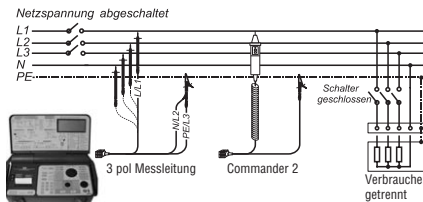

Bild 6.1 Anschluss der Messleitungen
▶ Schliessen Sie die 3-polige Messleitung an den Messanschluss (17) des UNITEST 0100-Expert plus an.
▶ Verbinden Sie die Messleitungen mit dem Prüfling gemäss Bild 6.1